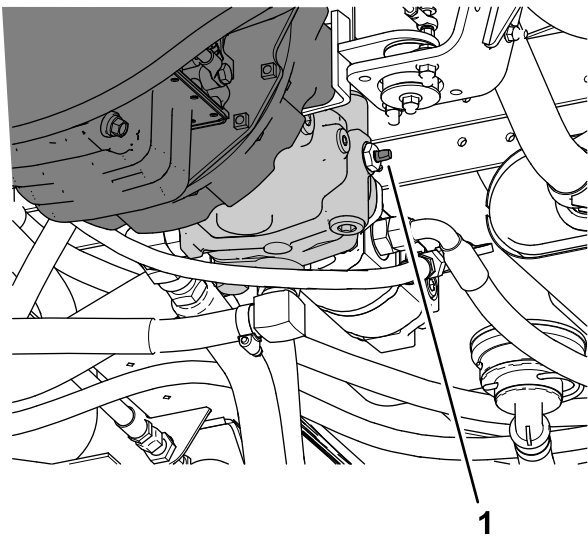

図 57
3. 牽引用バイパスバルブ 図 57を左右どちらかに 90° 回転させるとバルブが開く。